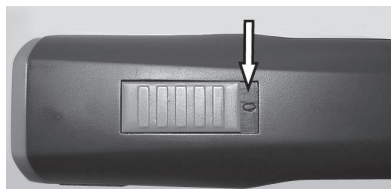

Fig. 4 Interruptor em posição OFF ("0")
1. Teste os contactos da máquina (1) e da bateria (2) verificando se os mesmos estão limpos.
2. Assegure-se de que o interruptor da máquina de tosquia está na posição OFF ("0") (Fig. 4).
3. Insira a bateria (2) na máquina de tosquia (3) até que o engate da bateria (1) esteja engatado em ambos os lados.
4. Coloque a máquina de tosquia com a bateria colocada (1) ou a bateria adicional (2) assegurando-se da correcta ligação dos contactos com as cavidades de ligação da base da carga.
6. A bateria está a carregar. Durante a carga a luz de controlo do LED é vermelha (3). Logo que a bateria esteja carregada a 90%, no mínimo, a luz fica verde e a base de carga passará a ser mais lenta.
1. Coloque o interruptor na posição OFF ("0") (Fig. 4).
2. Pressione o engate da bateria de ambos os lados (2) e retire a bateria (1).
3. Encaixe a bateria carregada (1) na máquina de tosquia (2) até que esta esteja corretamente engatada.